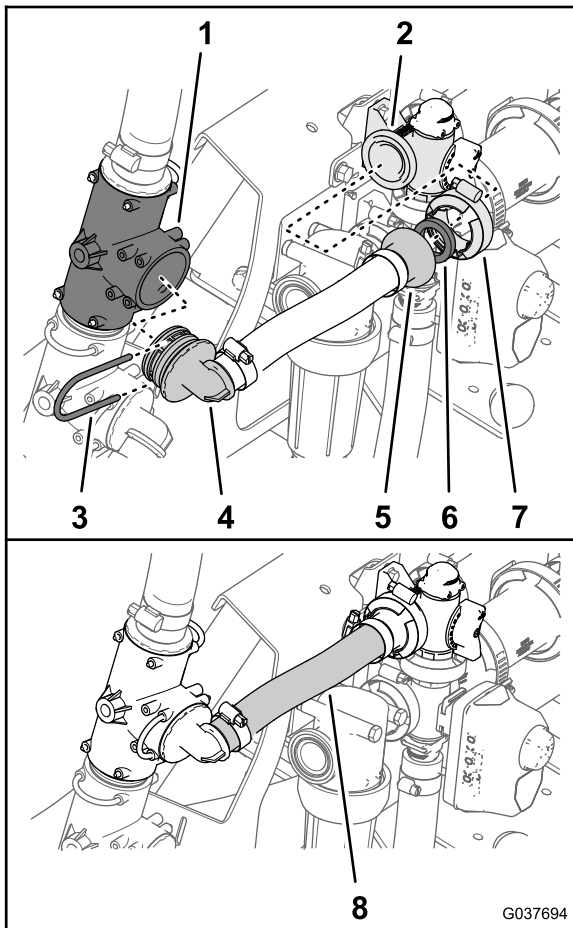

図 59
2. 攪拌バイパスホース 25 x 254 mm のバーブ付き 90°フィッティングを上側の T 字フィッティング 図 59 に取り付けるステップ 2 攪拌バイパスホースとスプレーヤ給液ホースを取り外す (ページ 16) で取り外したリテーナを使用する。
3. 攪拌バイパスホースのバンプ付きフランジフィッティングとガスケット25 x 35 mm (1 x 1-3/8 インチ)を、攪拌バイパスバルブのフランジに組み付けるフランジクランプ40~64 mmを使用する 図 59。